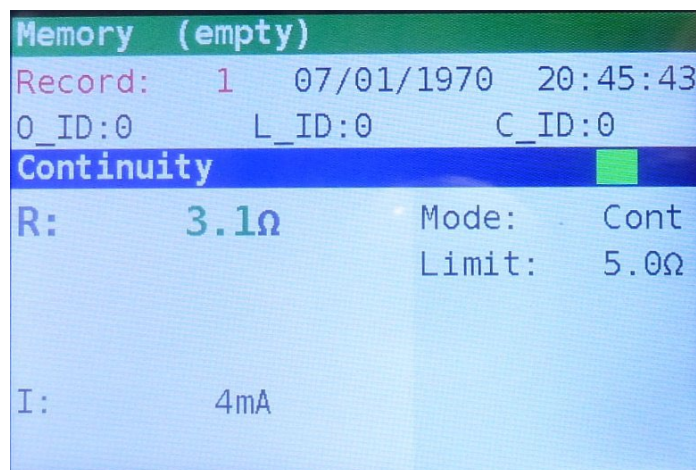

Abbildung 8.4: Ergebnisse speichern
Schritt 2 Drücken Sie die Taste **MEM**. Es wird folgendes angezeigt (Abbildung 8.4):
Wenn eine Messung durchgeführt wurde, wird ein Bildschirm wie in Abbildung 8.4 angezeigt. Drücken Sie dann die AUF- oder AB-Taste, um die Aufzeichnungsliste aufzurufen.